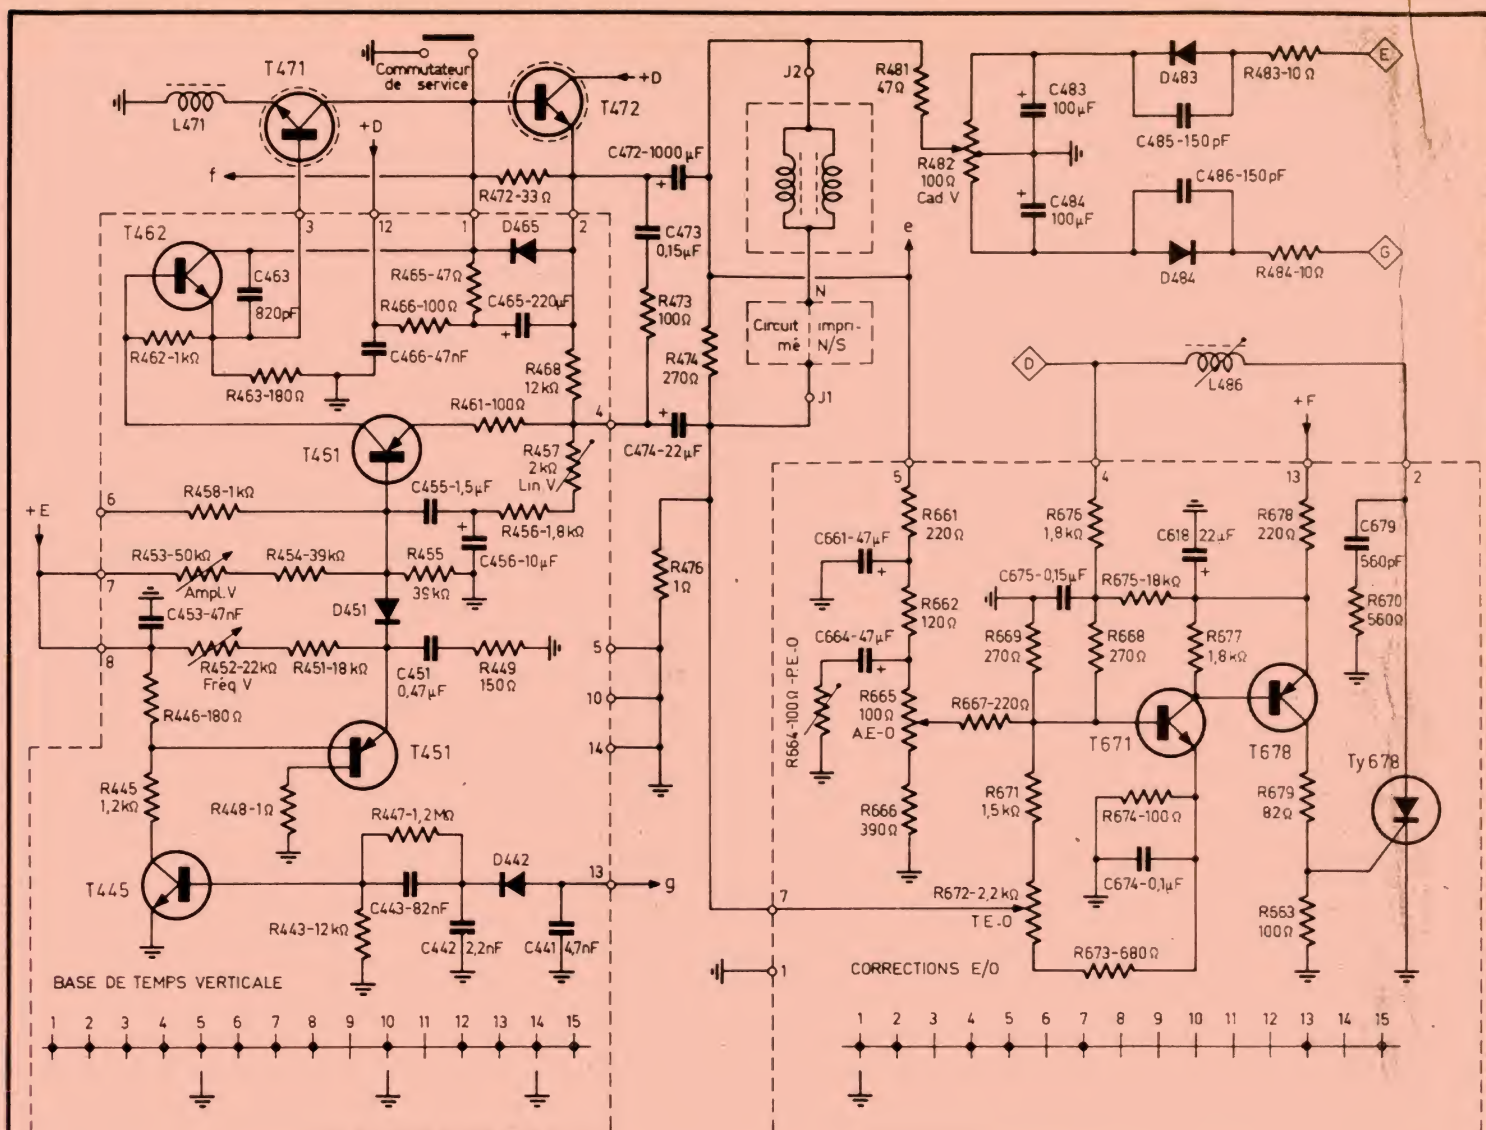

Fig. 5. - Schéma général du module base de temps verticale (à gauche) et celui du module corrections est-o
Son schéma occupe la partie gauche de la figure 5, mais il faut préciser que les deux transistors de puissance, T471 et T472, ne font pas partie du module, mais sont fixés, avec leurs radiateurs, sur la platine principale. La particularité de cette base de temps verticale est l'utilisation d'un transistor unijonction, T451, en tant qu'oscillateur. Trois réglages sont prévus dans ce schéma : fréquence trames ou stabilité verticale (FV), amplitude verticale (AV) et linéarité verticale (LV). La photo C représente ce module vu côté composants.